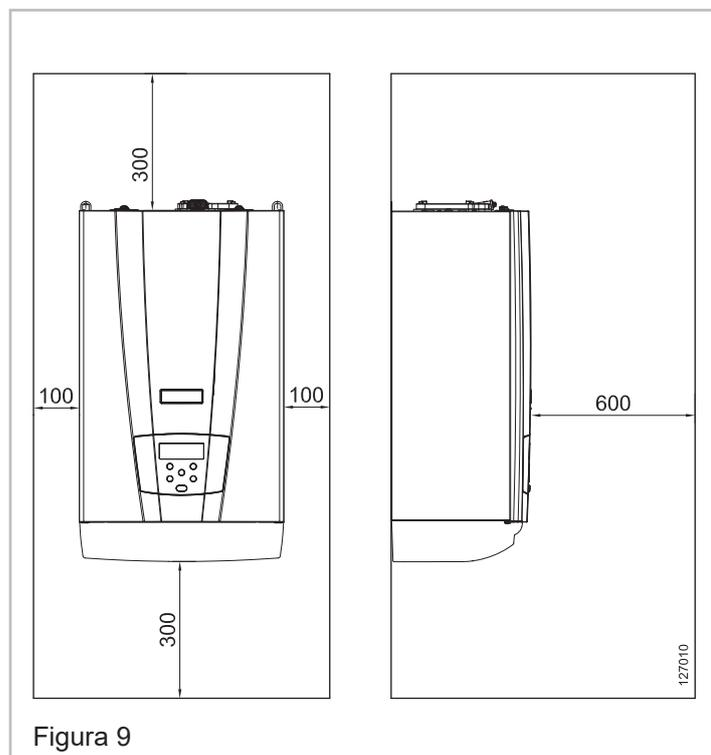

Figura 9
Verificare la Figura 9 per quanto concerne le distanze minime di rispetto per l'installazione e la futura manutenzione.
**⚠ ATTENZIONE!!!** Sia per l'installazione che per la manutenzione, è necessario lasciare degli spazi liberi attorno all'apparecchio. Vedi Figura 9.